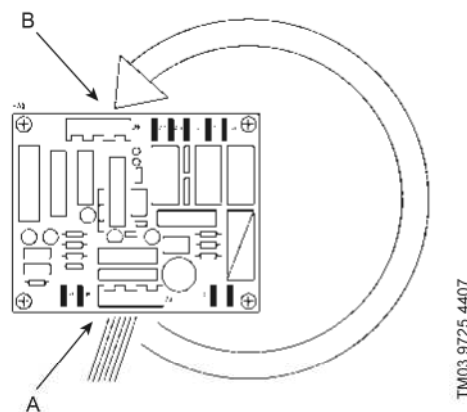

Рис. 5 Электронная печатная плата
2. переустановить соединитель управления из первоначальной позиции, см. рис. 5, поз. А, во временную аварийную позицию, см. рис. 5, поз. В;